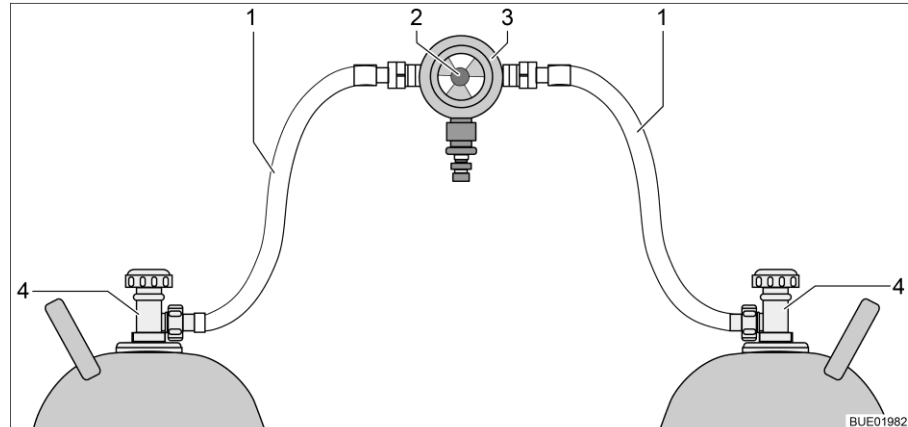
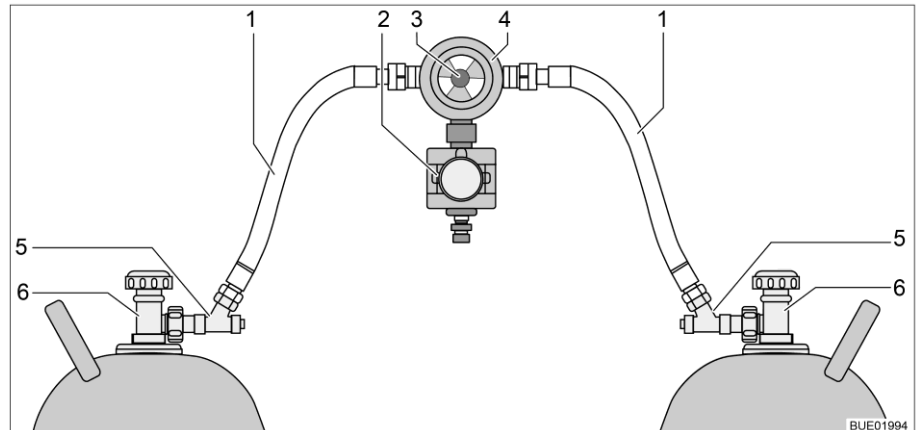

Fig. 112 Dispositif de commutation entre bouteilles de gaz
Fig. 113 Dispositif de commutation entre bouteilles de gaz avec CPU
Le dispositif de commutation entre bouteilles de gaz se compose d'un régulateur de pression du gaz combiné à une valve de commutation et indicateur (Fig. 112,3). Le dispositif de commutation entre bouteilles de gaz est monté entre les deux lyres (Fig. 112,1).
Le dispositif de commutation entre bouteilles de gaz se compose d'un régulateur de pression du gaz combiné à une valve de commutation et indicateur (Fig. 113,4) et d'une électrovanne (Fig. 113,2). L'électrovanne bloque l'arrivée du gaz au véhicule en cas de freinage brusque, d'accident ou de pente inhabituellement forte. Le dispositif de commutation entre bouteilles de gaz est monté entre les deux lyres (Fig. 113,1) avec des sécurités de rupture de tuyau (Fig. 113,5).
Le bouton rotatif (Fig. 112,2 ou Fig. 113,3), situé sur le dispositif de commutation entre bouteilles de gaz permet de définir laquelle des bouteilles de gaz est celle de service et laquelle est celle de réserve.
Seules les fonctions électriques peuvent être activées sur l'unité de commande (Fig. 114). Les robinets principaux des bouteilles de gaz (Fig. 112,4 et Fig. 113,6) doivent être ouverts ou fermés manuellement.
- Ouvrir les robinets principaux des bouteilles de gaz (Fig. 112,4 ou Fig. 113,6).
- Appuyer sur les sécurités de rupture de tuyau (Fig. 113,5) l'une après l'autre pendant 10 secondes.
- Choisir la bouteille de gaz avec le bouton rotatif (Fig. 112,2 ou Fig. 113,3) du dispositif de commutation à partir de laquelle le gaz doit être utilisé prioritairement (bouteille de service).
- Fermer les robinets principaux des bouteilles de gaz (Fig. 112,4 ou Fig. 113,6).